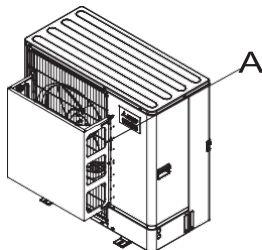

Fig. 2-3
- 2 Instalar una guía de aire opcional si la unidad se instala en un lugar en el que vientos fuertes, por ejemplo de un tifón, puedan entrar en la salida de aire. (Fig. 2-3)